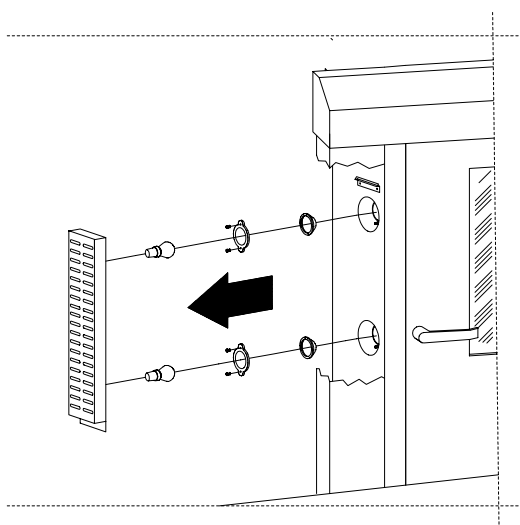

Fig.33
-Dopo aver rimosso, su copertura forno, il coperchio accesso lampada estrarre il gruppo e procedere alla sostituzione della lampada con una di pari tipo. **(Fig.33)**
After removing the access cover to the lamp on the outside of the oven, extract the holder and lightbulb and replace the lightbulb with another of the same type. **(Fig.33)**